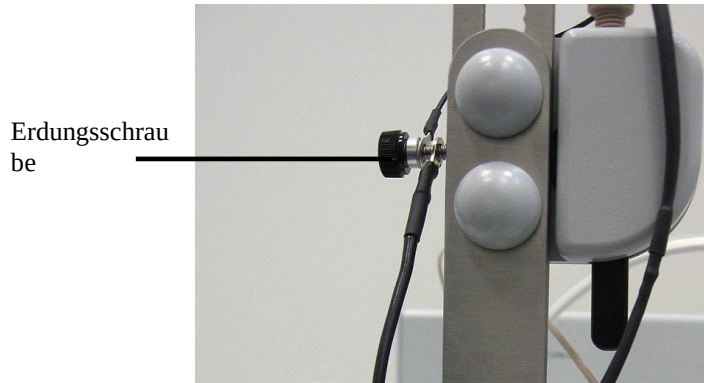

Abb. 29: Normalphasen-Erdungskabel
6. Lösen Sie die Erdungsschraube und schrauben Sie diese wieder fest, nachdem Sie das Normalphasen-Erdungskabel angebracht haben. Das Kabel sollte dabei an der Vorderseite der Ventileinheit vorbeigeführt werden (→ Abb. 29).